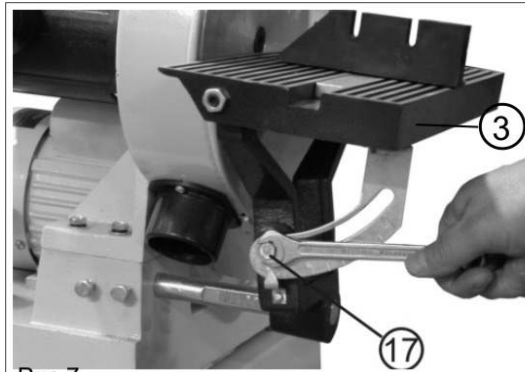
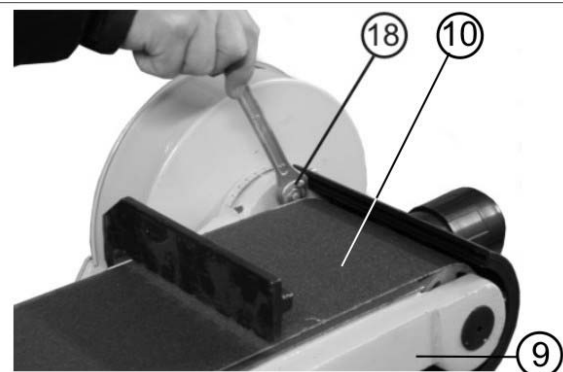

Рис.7
Рис.8
9.1.1. Ослабьте болт (17) скобы со шкалой и установите рабочий стол (3) на нужный угол от 0° до 45° , Рис.7.
Ослабьте две гайки (18), как показано на Рис.8 (одна гайка находится снизу) и поднимите стол шлифовальной ленты (9) до вертикального положения, затем затяните гайки (18).
Когда стол шлифовальной ленты (9), Рис.8, поднят, можно переместить рабочий стол (3), Рис.7 и установить его перед шлифовальной лентой (10), Рис.8. Выполните следующее: ослабьте болты (15), Рис.5, и переставьте рабочий стол (3), затем затяните фиксирующие болты (15), Рис.5, оставив минимальный зазор между шлифовальной лентой (10) и боковой поверхностью рабочего стола (3), Рис.11.